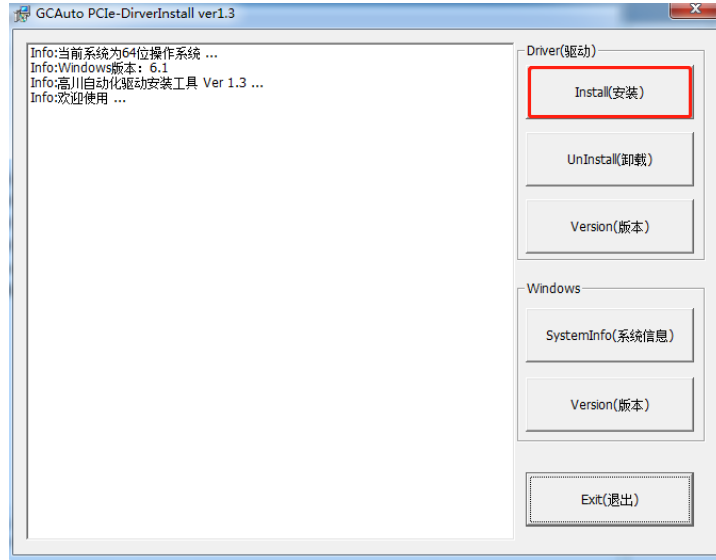

图 2.2.1 驱动安装界面
(1) 电脑关机状态插上 PCIE 卡，开机后，打开路径“GC 系列光盘资料 (GCS 系列)\驱动工具”双击 DriverInstall.exe 如图 2.2.1 驱动安装界面；